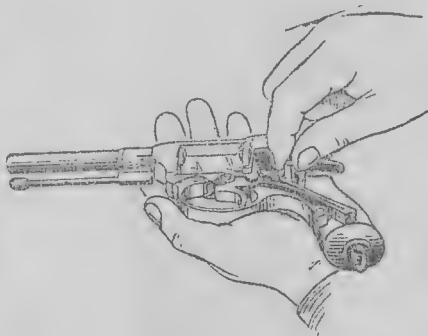

Рис. 32. Как ввинтить соединительный винт
6) **ввинтить соединительный винт:** положить револьвер на ладонь левой руки, как указано на рис. 32; правой рукой, (без отвертки) ввинтить соединительный винт в завинтованное гнездо над верхним пером боевой пружины;